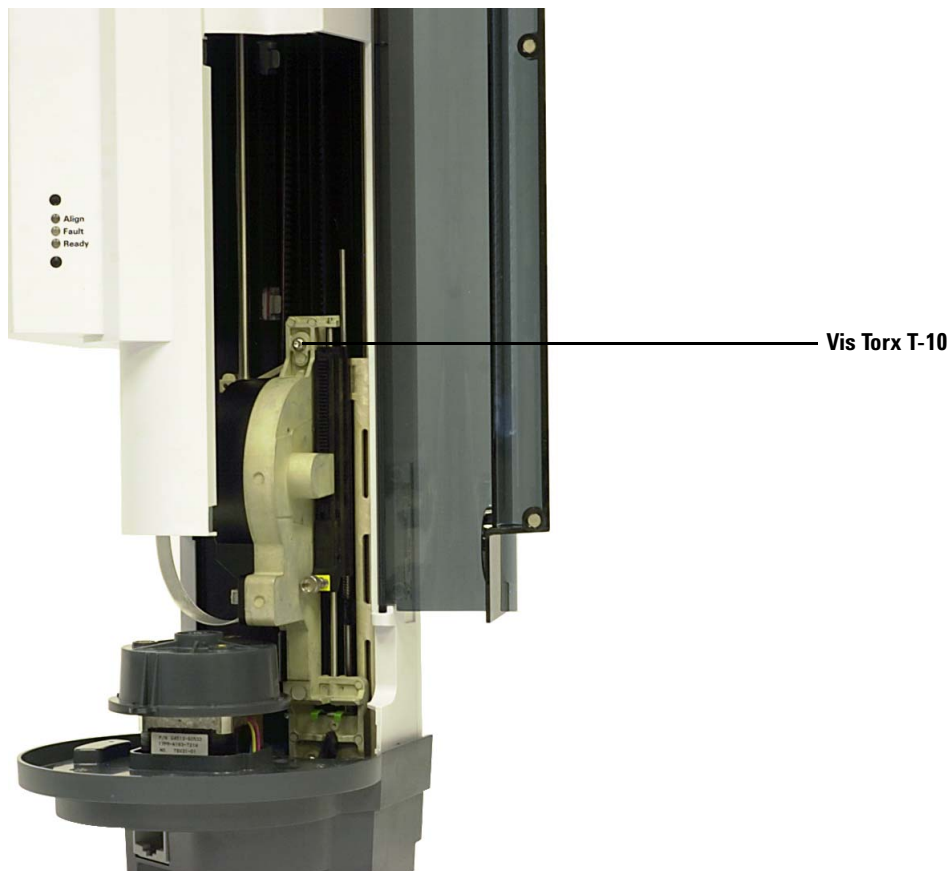

Figure 103 Retrait de la vis Torx T-10 supérieure du porte-seringue
- 7 Desserrez complètement la vis Torx T-10 située sur le dessus du support de seringue et retirez-la (Figure 103).